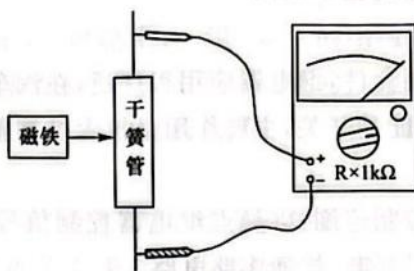

图 4-40 干簧管动态检测
② 工作状态检测, 当磁铁靠近到一定程度, 万用表指针指零时, 干簧管的两个触点接通, 说明干簧管正常, 如图 4-40 所示。也可给干簧管的控制线圈加上规定的控制电压, 若触点接通, 说明干簧管是好的。